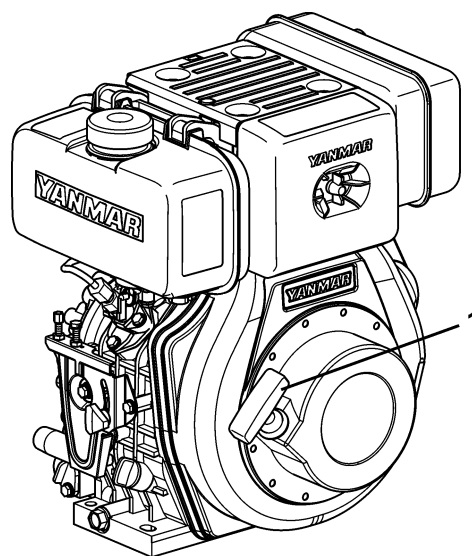

Рисунок 6
Данный двигатель оснащен декомпрессионным механизмом с рычагом (позиция 1, Рисунок 6).
4. Нажать на рычаг декомпрессионного механизма (позиция 1, Рисунок 6) вниз и отпустить. Рычаг декомпрессионного механизма автоматически вернется в исходное положение при запуске двигателя.
1. Взяться за ручку ручного стартера (**позиция 1, Рисунок 6**).